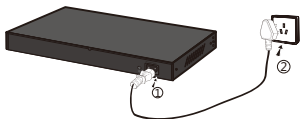

图1.2.2 电源连接示意图
- 2.内置式的无需电源适配器，直接接入AC100~240V, 50~60Hz市电即可；如图 1.2.2 所示。